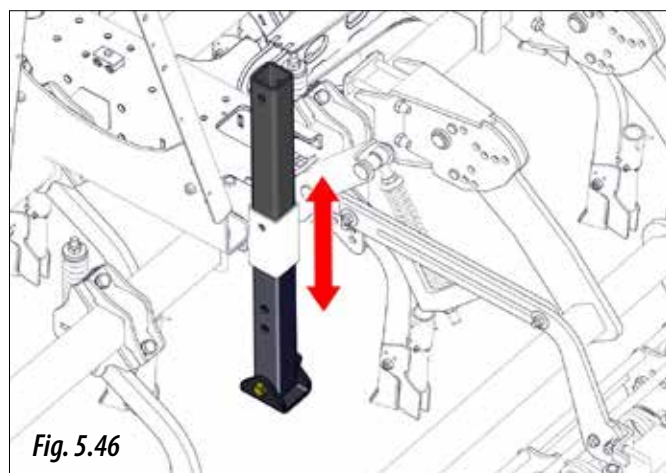

Fig. 5.46
**2-** Mutați piciorul de susținere în poziția dorită (Fig. 5.46).